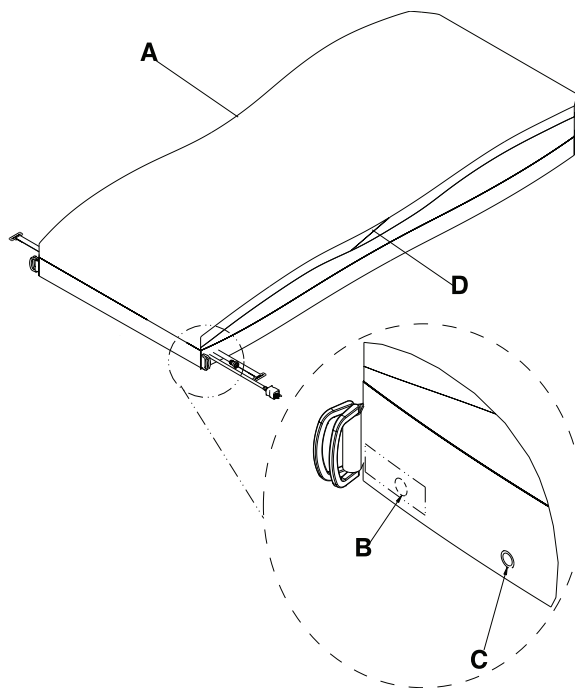

Figure 2-25 : Housse supérieure
5. Désenclencher les deux loquets de fixation (C) à chaque coin du côté pieds (Figure 2-25 à la page 2-50).
6. Désenclencher les deux attaches à chaque coin du côté pieds (B) (Figure 2-25 à la page 2-50).
8. Ouvrir la fermeture à glissière de la housse supérieure de la surface d'appui en démarrant par la housse inférieure et en utilisant la tirette de fermeture à glissière ou un dispositif équivalent (A) (Figure 2-25 à la page 2-50), puis en arrêtant au milieu du côté opposé (D).